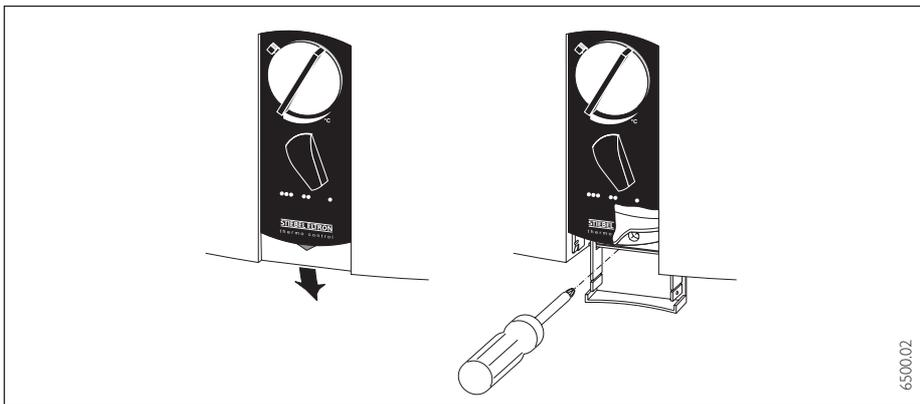

Abb. 7
- Abdeckklappe (Abb. 7) öffnen, Befestigungsschraube lösen, Geräteklappe abnehmen.